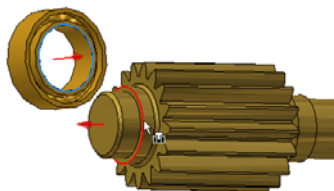
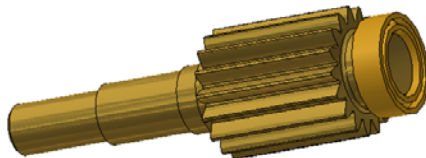

图 10-16 插入约束示意图
图 10-17 完成插入约束后的零件
① 将其中一个轴承约束到小齿轮轴上。单击【装配】标签栏【位置】面板上的【约束】工具按钮，弹出“放置约束”对话框，装配类型选择为【插入】，然后选择如图 10-16 所示的两个圆形端面，偏移量设置为零，方式选择为【反向】，单击【确定】按钮即可完成插入装配，此时部件如图 10-17 所示。